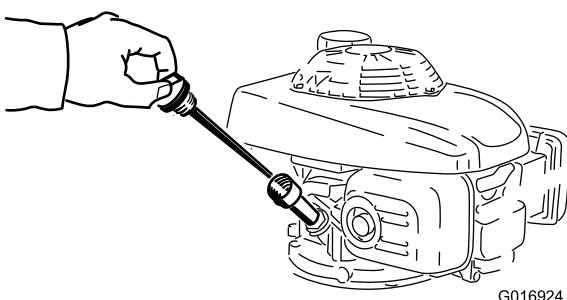

Figura 26
5. Retire la varilla (Figura 26).